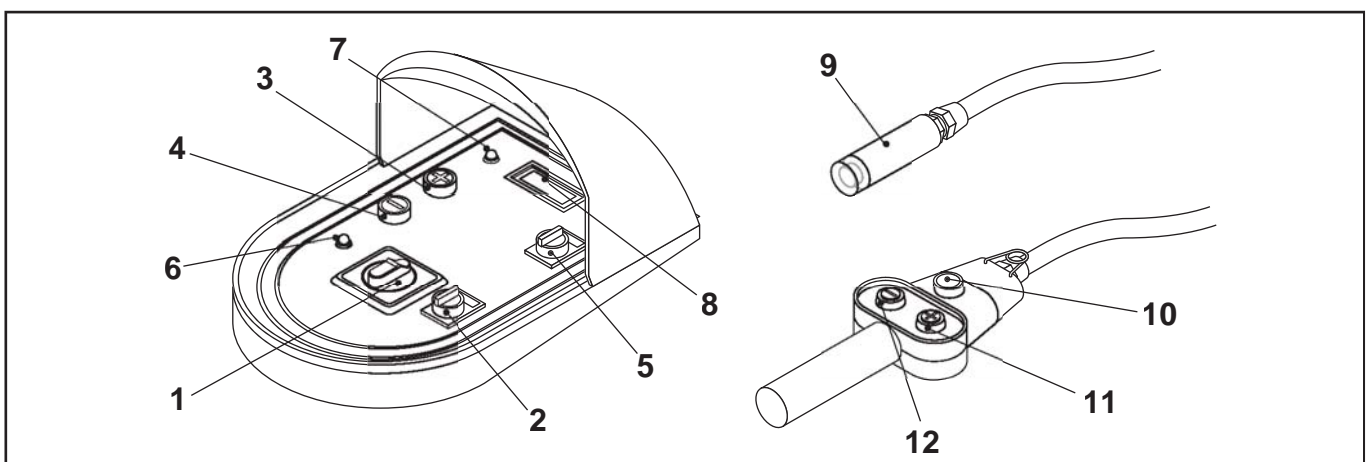
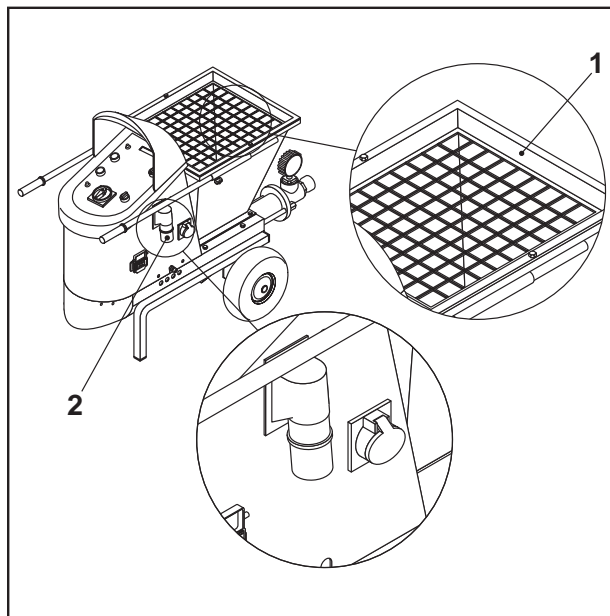

FIG.22
FIG.24
Para poner en marcha la máquina, gire el interruptor principal (FIG.22-REF.1) (rojo con fondo amarillo) en sentido horario a la posición I.
Gire el selector marcha/parada/inversión (FIG.22-REF.2) a la posición 1 y controle que la máquina bombee regularmente; varíe el caudal en función de la necesidad, mediante los pulsadores que regulan el caudal "más" (FIG.22-REF.3) y "menos" (FIG.22-REF.4).
Coloque el selector (FIG.22-REF.2) en posición 2 y controle que se invierta el sentido de la rotación.
Para controlar el funcionamiento del mando a distancia: Coloque el selector marcha/parada/inversión (FIG.22-REF.2) y el selector del mando a distancia (FIG.22-REF.5) en posición 1 y entonces, mediante el pulsador del mando a distancia, controle que la máquina se encienda y se detenga regularmente.
El indicador luminoso (FIG.22-REF.6) se enciende en el momento en el que interviene el inversor para proteger el motor de sobrecargas.
El indicador luminoso (FIG.22-REF.7) encendido indica la presencia de tensión de alimentación dentro del panel de mandos.
Cuando se haya bombeado la última mezcla, preferiblemente un poco más fluida de lo normal, y se comience a ver la hélice del agitador, detenga la bomba mediante el selector marcha/parada/inversión (FIG.22-REF.2). Gire el interruptor principal (FIG.22-REF.1) a la posición 0.
De ser necesario, quite la rejilla de protección (FIG.24-REF.1) de la tolva para realizar el lavado correctamente, desconecte (con el interruptor general (FIG.22-REF.1) en posición 0) la toma de alimentación (FIG.24-REF.2) antes de quitar la rejilla, y vuélvala a fijar en la posición correcta antes de volver a conectar la toma de alimentación y proceder.
- interruptor principal (FIG.22-REF.1) y selector de marcha/parada/inversión (FIG.22-REF.2) en posición I.
Detenga la máquina colocando el selector (FIG.22-REF.2) en posición 0 (stop) y gire el interruptor principal (FIG.22-REF.1) (rojo sobre fondo amarillo) en posición 0.